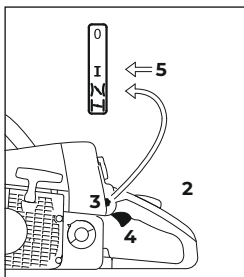

Рис. 61
- Нажать стопор рычага газа (рис. 61, поз. 2) и нажать и сразу же отпустить рычаг газа (рис. 61, поз. 4), комбинированный рычаг (рис. 61, поз. 3) переходит в рабочее положение I, а двигатель переключается в режим холостого хода